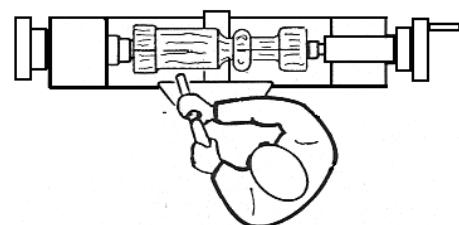

Рис. 4
- Завжди підпирайте токарний інструмент на сталевий подручник. Інструмент спрямовуйте кистю руки із зімкнутими пальцями (Рис. 4 та 5).